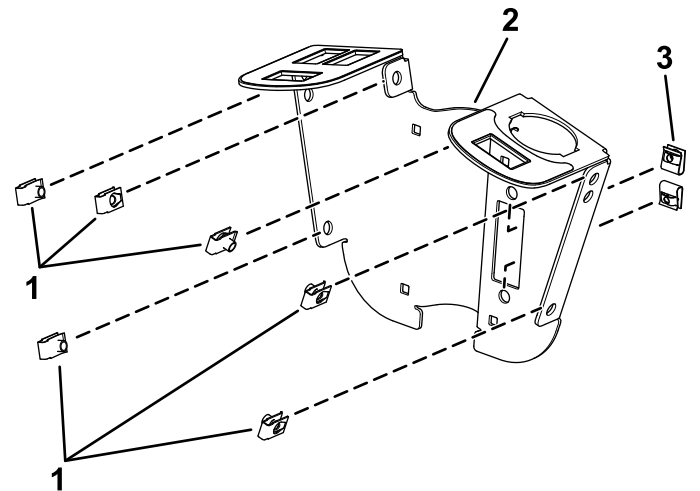

Figura 1
1. Instale os 6 cliques e 2 porcas de velocidade na montagem do interruptor (Figura 1).